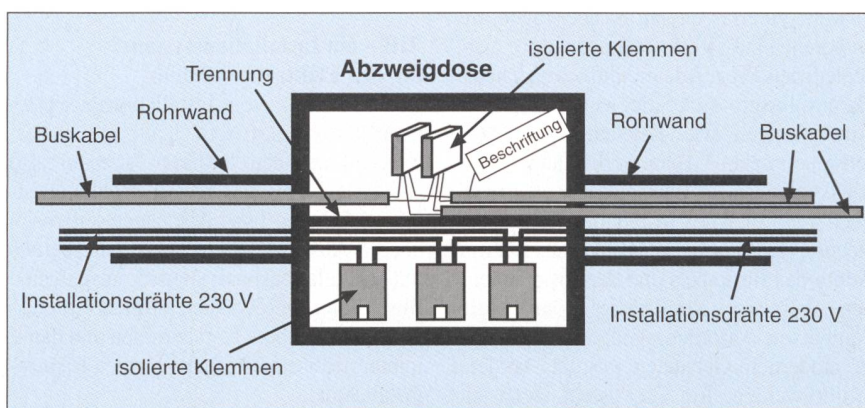

Bild 14 Niederspannungskabel und Buskabel in Abzweigboxen mit isolierten Klemmen
3. *Niederspannungs- und Buskabel in Abzweigdosen mit isolierten Klemmen:* Bei Verwendung von isolierten Anschlussklemmen, beispielsweise Wago-Klemmen, in Abzweigdosen für Nieder- und Kleinspannungskabel darf eine gemeinsame Dose mit gemeinsamer Rohreinführung verwendet werden. Es wird empfohlen, die Klemmen für die unterschiedlichen Strombereiche zu gruppieren oder, besser noch, in abgetrennten Bereichen zu platzieren. Die isolierten Abzweikklemmen für den Bus sind gut sichtbar zu bezeichnen (Bild 14).